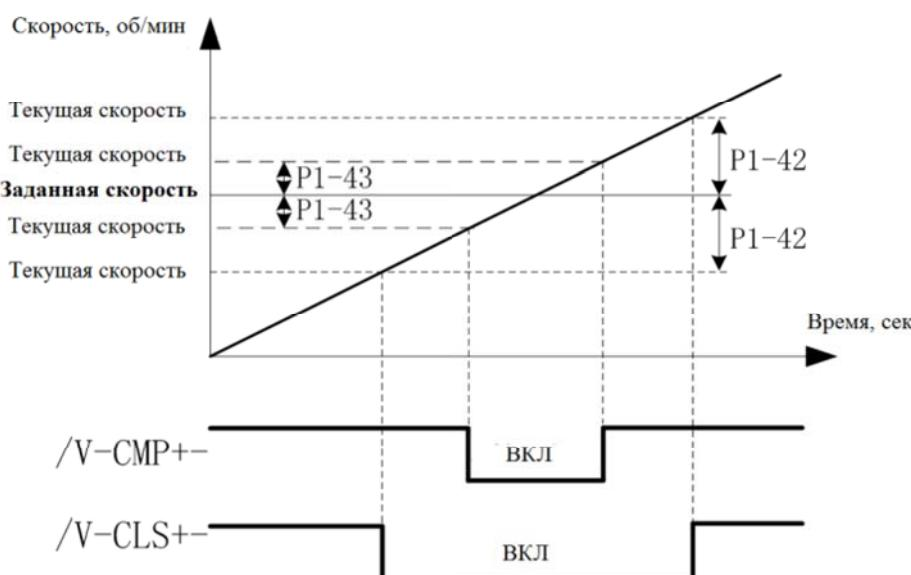

Рис.7-12 Порог достижения и достижение заданной скорости
**Режим управления:** S**Диапазон:** 10~3000**Размер данных:** 16 бит**Отображение:** Десятичное**Функция:** При соотношении |заданная скорость-текущая скорость|≤P1-42 сервопривод определяет, что текущая скорость близка к заданной скорости. Если любому дискретному выходу DO задана функция 5 (достижение заданной скорости/V-CLS + -), сервопривод выдает выходной сигнал, как показано на рис. 7-12.